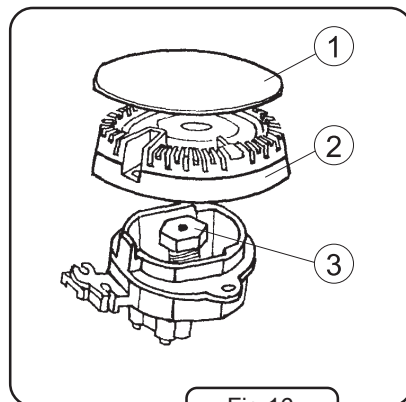
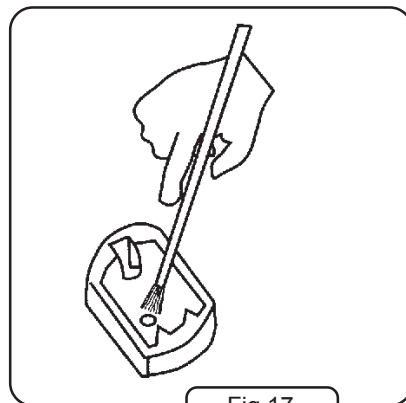

Fig.16
Fig.17
- Avant de nettoyer les brûleurs il faut retirer les chapeaux 1 et les têtes 2 (fig.16), les laisser tremper à l'eau chaude avec le produit, ensuite laver chaque pièce séparément.
- Le corps du brûleur doit être toujours propre, particulièrement près des injecteurs. L'encrassement des injecteurs 3 (fig.16) peut finalement les boucher, et par conséquent la flamme des brûleurs sera faible ou disparaîtra complètement. Pour nettoyer les injecteurs il faut les nettoyer avec un pinceau trempé dans le dissolvant (fig.17).